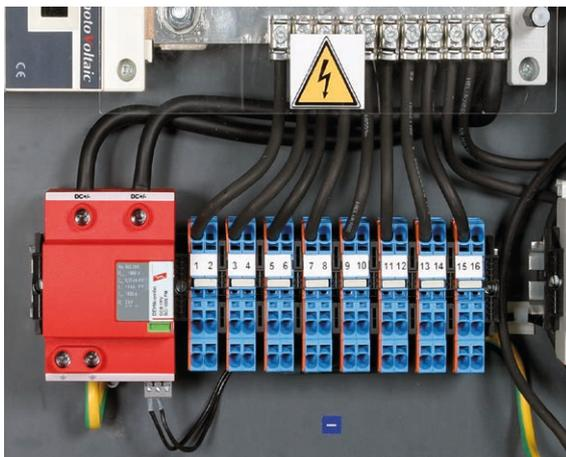

Bild 10 Überspannungsschutz in Monitoring-GAK
PV-Generatoren mit Systemleistungen bis 10000 A können vorsicherungsfrei mit DEHNcombo YPV ... (FM) am Wechselrichter wie auch im Generatoranschlusskasten (GAK) geschützt werden (**Bild 10**). DEHNcombo YPV ist erhältlich für Systemspannungen ≤ 1200 V und ≤ 1500 V.